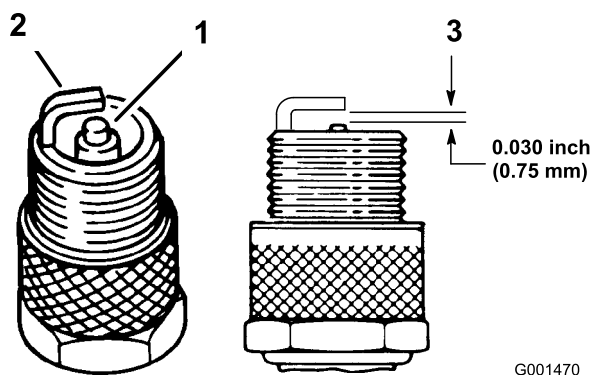

Figure 36
1. Examinez le centre des bougies (Figure 36). Si le bec de l'isolateur est recouvert d'un léger dépôt gris ou brun, le moteur fonctionne correctement. S'il est couvert d'un dépôt noir, c'est généralement signe que le filtre à air est encrassé.
3. Contrôlez l'écartement entre l'électrode centrale et l'électrode latérale (Figure 36). Courbez l'électrode latérale (Figure 36) si l'écartement est incorrect.
3. Connectez les bougies (Figure 36).